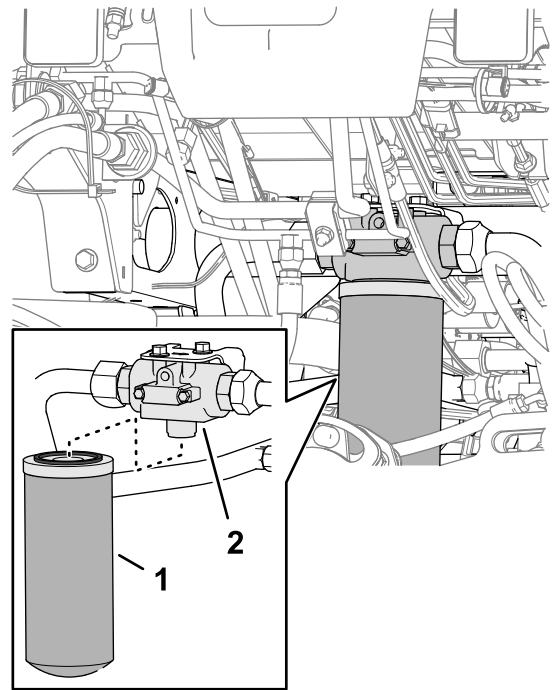

Figure 103
2. Placez un bac de vidange sous le filtre de retour, à l'avant de la machine (Figure 103).